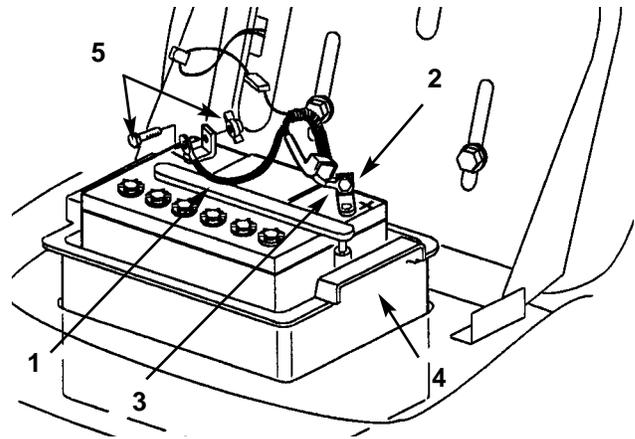

Bild 21
3. Das Minus (-) Kabel (schwarz) vom Batteriepol abklemmen (Bild 21).
4. Die Gummikappe vom Plus (+)-Pol entfernen. Das Plus (+) Kabel (rot) vom Batteriepol abklemmen (Bild 21).
- Das Plus (+)-Kabel (rot) mit Schraube und Flügelmutter am Plus (+)-Pol der Batterie anklemmen (Bild 21). Die Gummikappe über den Batteriepol stülpen.
- Das Minus (-)-Kabel (schwarz) mit Schraube und Flügelmutter am Minus (-)-Pol der Batterie anklemmen (Bild 21).